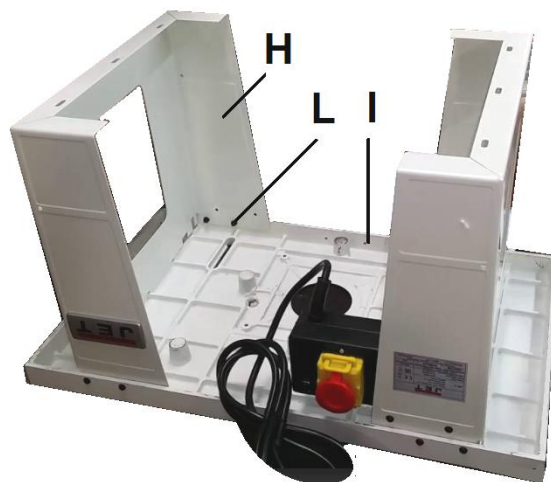

Рис. 3
Прикрепите стойки (H, Рис. 3) к столу (I) с помощью прилагаемых болтов и гаек (L).